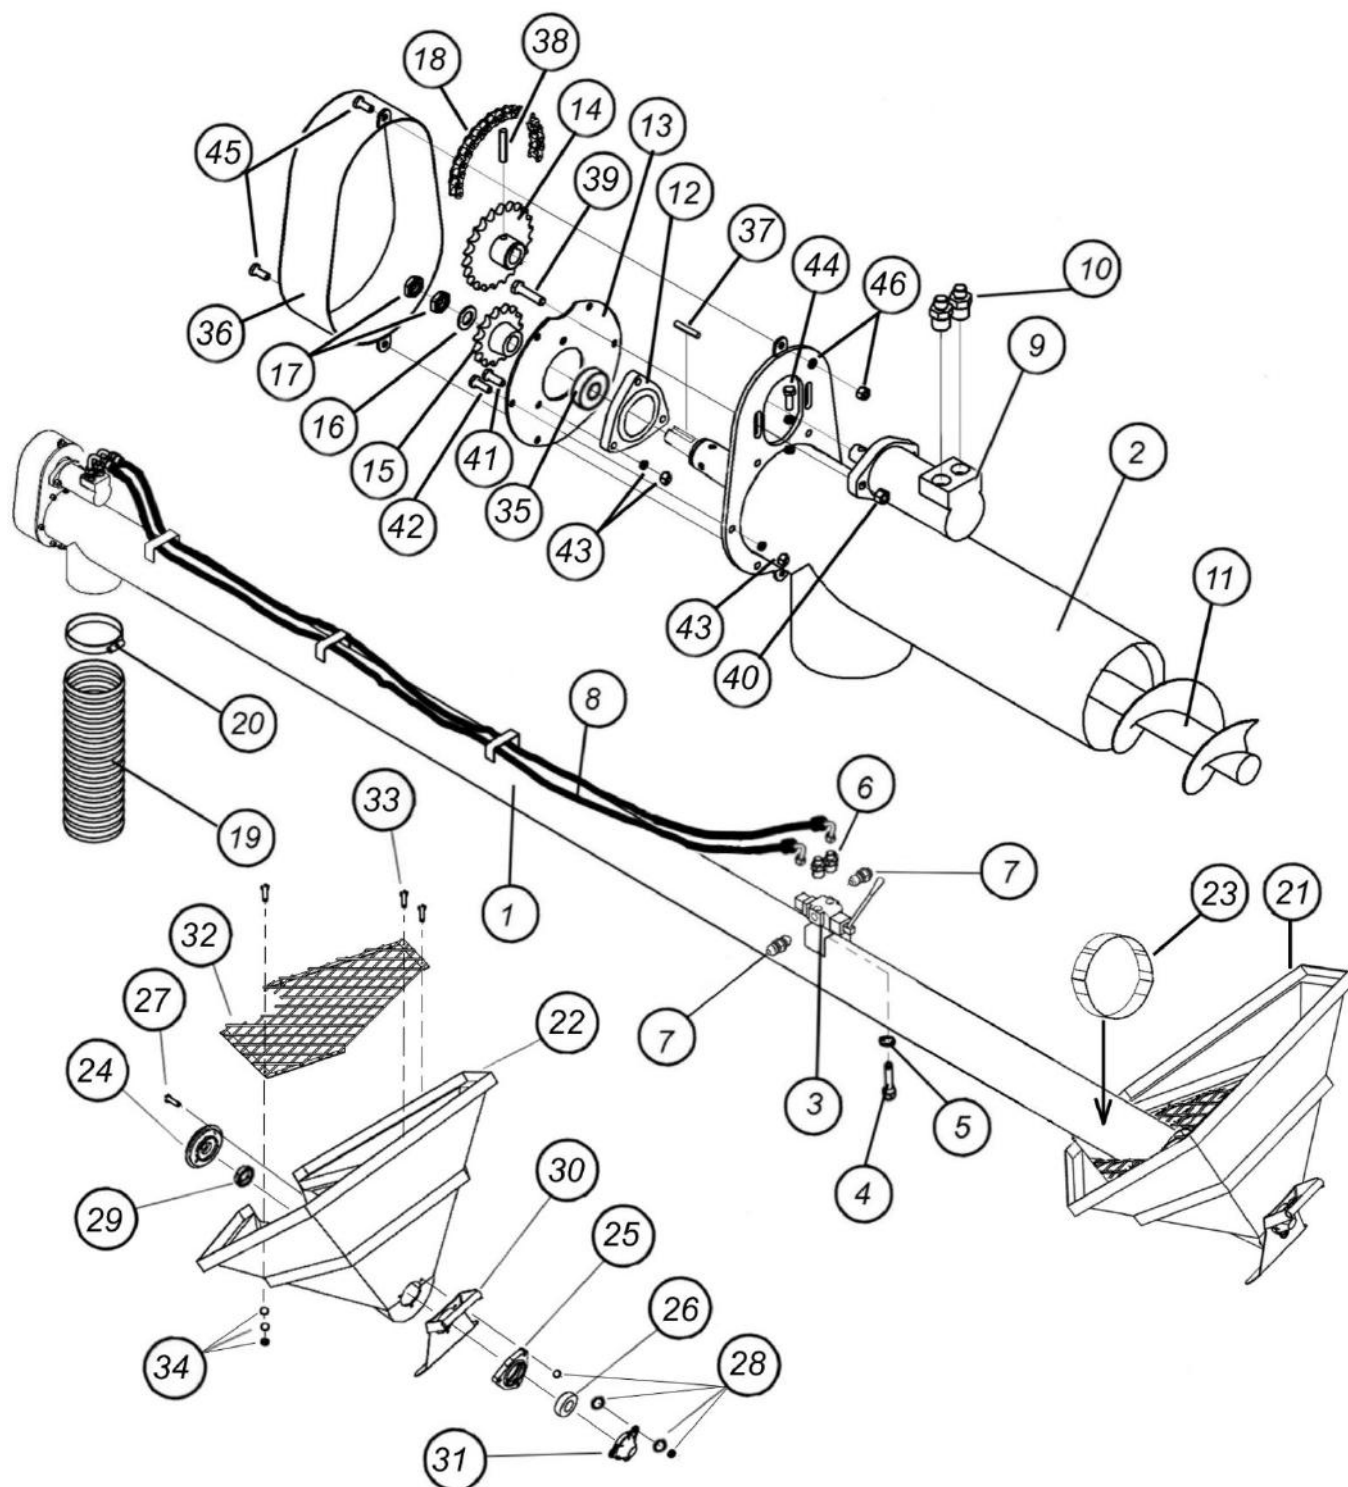

Рис. 7.2.16.1. Шнек с цепным приводом.
7.2.16.2. Шнек Ø180 с прямым приводом (рис. 7.2.16.2)